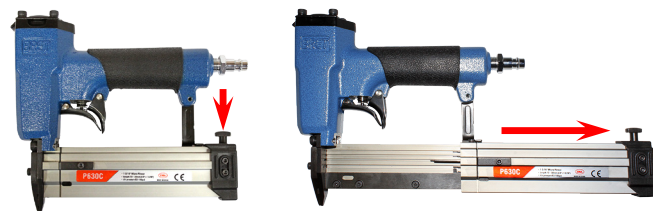

Рис. 3
- Нажмите на кнопку открытия магазина и сдвиньте крышку магазина (Рисунок 3).